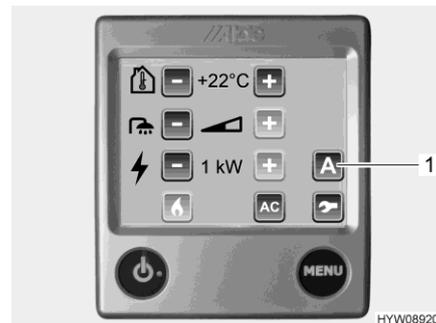

Fig. 182 Menú de ajuste (ventilador adicional)
El ventilador adicional es controlado a través de la unidad de mando (Fig. 182) de la calefacción de agua caliente.
- Pulsar el botón "A" (Fig. 182,1). Se visualizarán las funciones.